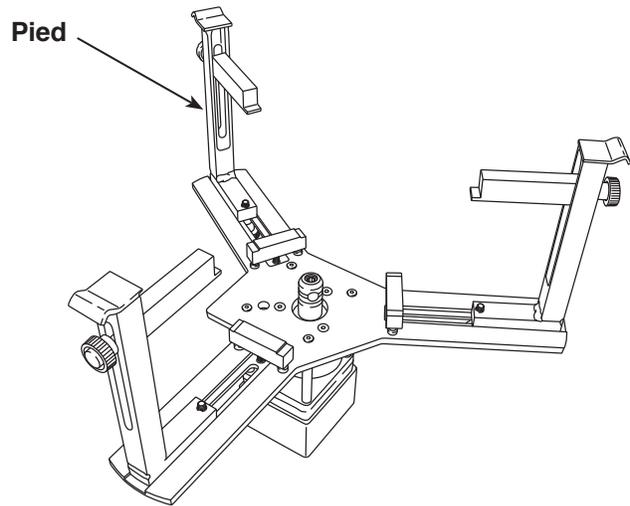

Figure 6
1. Fixez les trois pieds sur le support comme indiqué à la Figure 6.